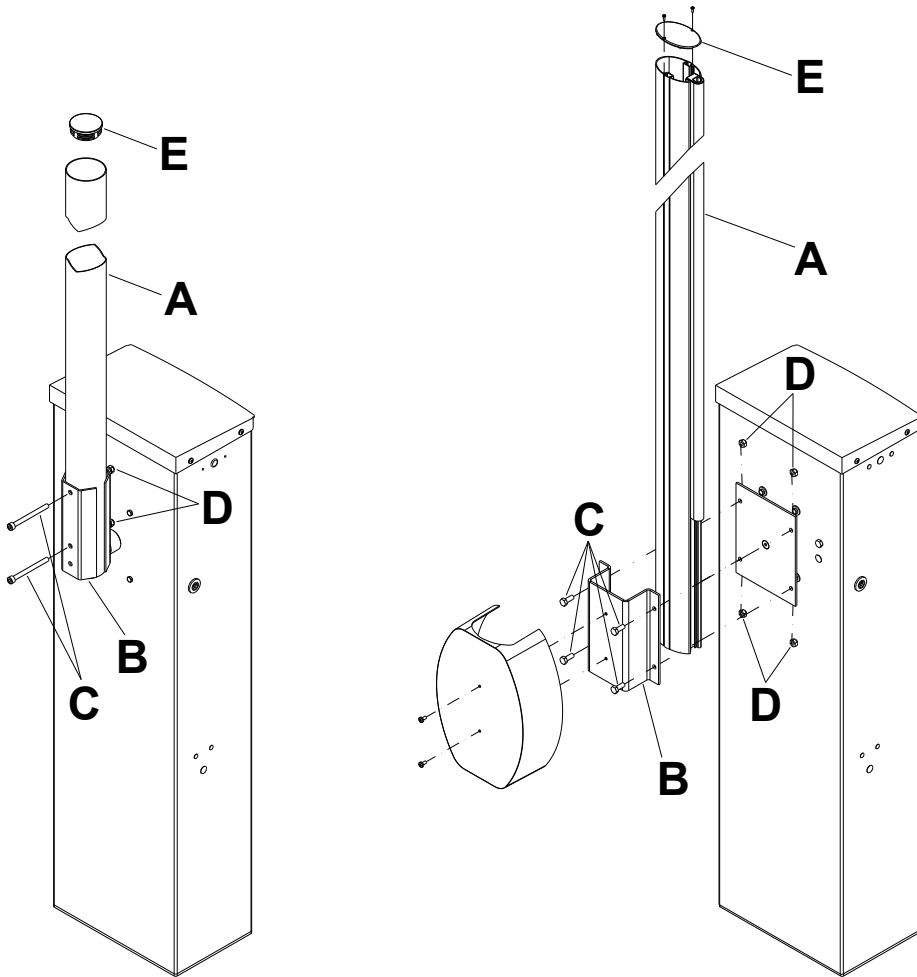

fig. 5
- Abb. 5: die mit den mitgelieferten Kappen (E) schließen; den Schrankenbaum (A) in den Schrankenbaumhalter (B) stecken und mit den 2/4 Schrauben (C) und den Muttern (D) befestigen;